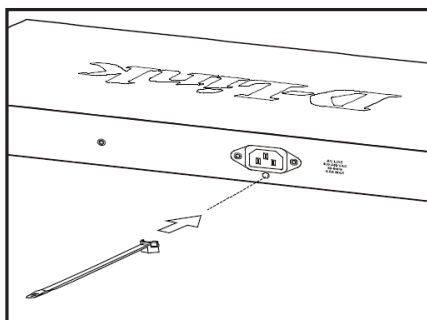

Figura 7. Introducir la banda
1. Con el lado áspero hacia abajo, introduzca la banda en el orificio situado debajo de la toma de alimentación, como se muestra en la figura 7.